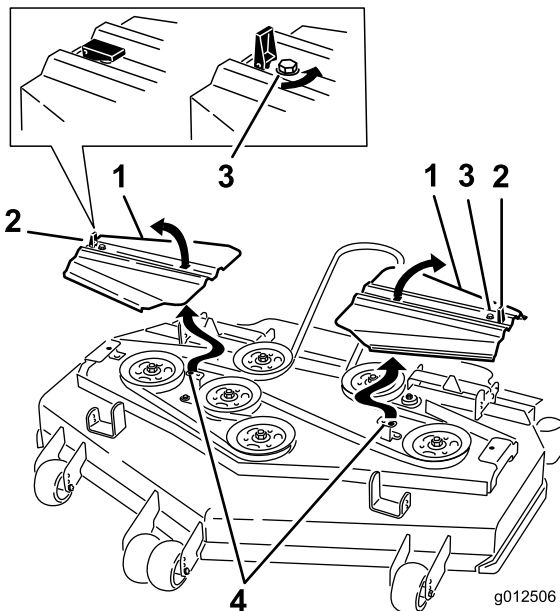

Bild 65
14. Setzen Sie die Riemenabdeckungen auf. Die Laschen sollten in den Schlitten stecken. Setzen Sie die Schrauben und schließen Sie die Riegel (Bild 65).